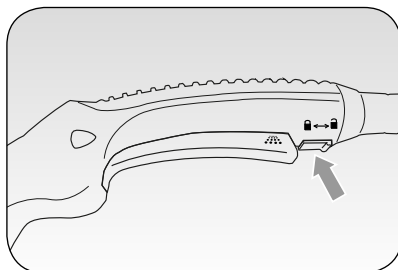

Fig. 4
Afin d'éviter le démarrage accidentel de la distribution de vapeur, il faut déplacer le curseur de blocage/déblocage vapeur (B) du bas vers le haut (☐); pour débloquent, déplacer le curseur (B) du haut vers le bas (☐) (Fig. 4).